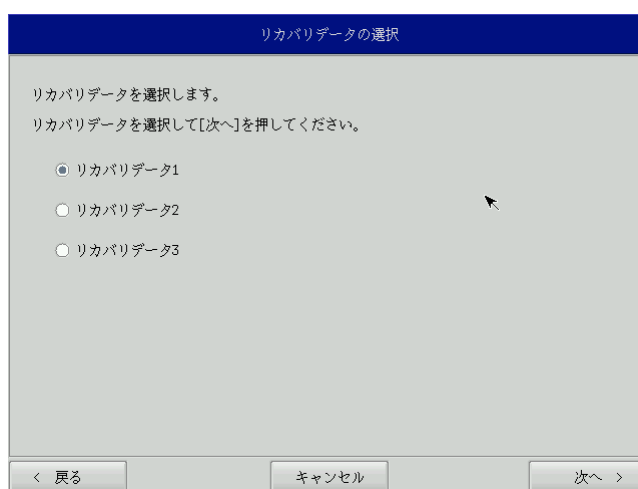

図 6-2-1. リカバリデータ選択画面
- ⑤ リカバリデータ選択画面（図 6-2-1）が表示されます。製品に合わせてリカバリデータを選択し、[次へ]ボタンを押します。表 6-2-1 に FP シリーズで選択できるリカバリデータを示します。